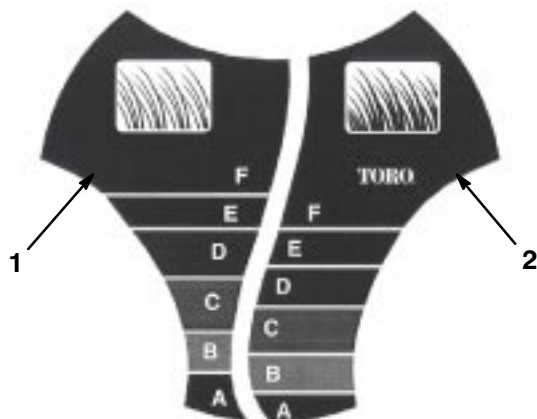

Bild 12
Das *SmartWheel*™ weist zwei Schnitthöhenskalen auf: *Dünn/Normal* und *Satt*—damit Sie bei jedem Rasenzustand immer das beste Ergebnis erzielen (Bild 12). Benutzen Sie die *Dünn/Normal*-Skala während der warmen Saison für den Großteil Ihres Mähbedarfs. Die *Satt*-Skala dient ausschließlich starkem, nassem und sattem Graswuchs, den Sie am häufigsten im Frühjahr antreffen.
2. Bewegen Sie den Rasenmäher aufs Gras; Schieben Sie den Rasenmäher nicht mehr weiter, wenn das *SmartWheel*-Motiv an einem der Hinterräder aufrecht steht (Bild 12).